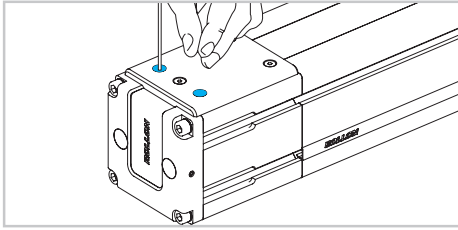

Abb. 3
- 2) Entfernen Sie die Abdeckplatte des Umlenkkopfes, indem Sie die vier äußeren Schrauben lösen. (Abb.3).